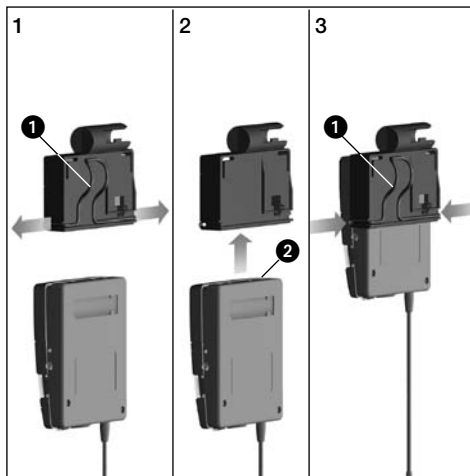

Fig. 2: Come fissare il trasmettitore da tasca sull'adattatore
- Vedi fig. 2.
1. Sfilate le estremità dell'archetto di fissaggio (1) dall'adattatore.
2. Infilate il trasmettitore da tasca (2) nell'adattatore fino all'arresto.
3. Reinfilate le estremità dell'archetto di fissaggio (1) nelle aperture disposte sull'adattatore. Le estremità dell'archetto di fissaggio rientrano